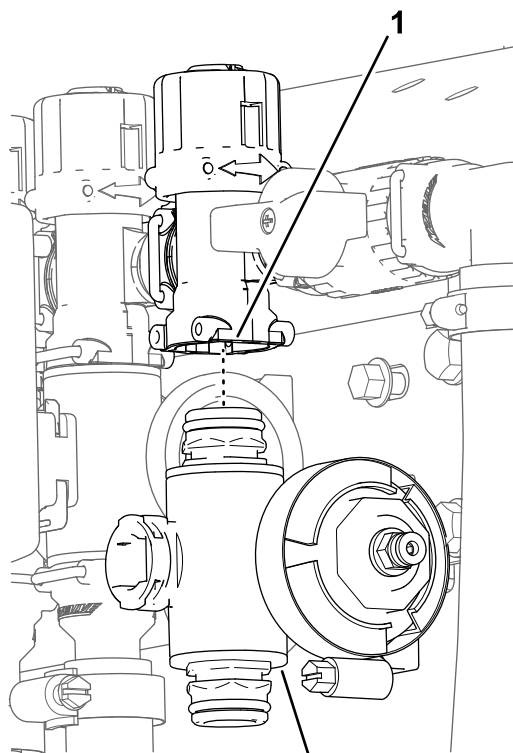

Figura 75
3. Para as válvulas de secção esquerda ou direita, retire os parafusos de cabeça flangeada e as porcas flangeadas que prendem a(s) válvula(s) de secção à montagem da válvula e retire o(s) coletor(es) da válvula da máquina; para a válvula de secção central, retire o coletor da válvula de secção da máquina (**Figura 75**).